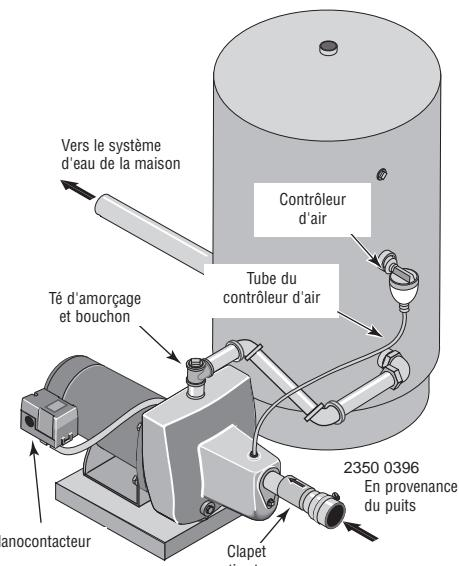

Figure 5 : Branchements sur un réservoir standard
BRANCHEMENT SUR UN RÉSERVOIR STANDARD (Figure 5)
- 1 ° Poser un té dans l'orifice de refoulement de la pompe (voir la Figure 5).
- 3 ° Déposer le bouchon fileté de 1/8 de pouce NPT de l'orifice du contrôleur d'air de la pompe (voir la Figure 5). Poser un tube entre l'orifice du contrôleur d'air (voir la Figure 5) de la pompe et l'orifice du contrôleur d'air monté sur le réservoir. Pour plus de détails, se reporter aux instructions fournies avec le réservoir et le contrôleur d'air. L'emplacement de l'orifice du contrôleur d'air variera en fonction du modèle de pompe (se reporter aux vues éclatées, page 24).